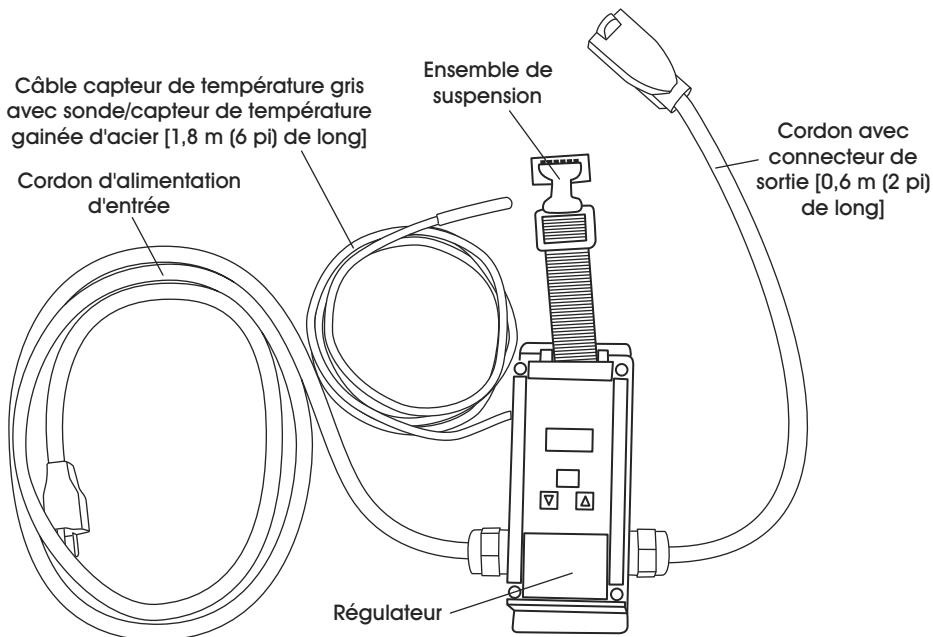

Figure 1
**REMARQUE :** Placez le capteur de température entre la couverture et le GRV. (Voir Figure 1)